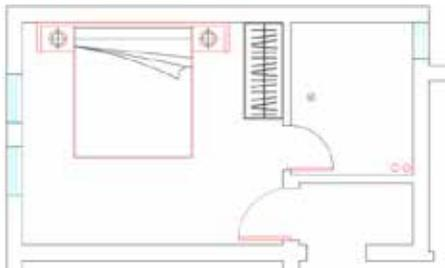

图 2-14
STEP 14 执行“移动”命令,将双人床移动到相应位置,如图 2-14 所示。